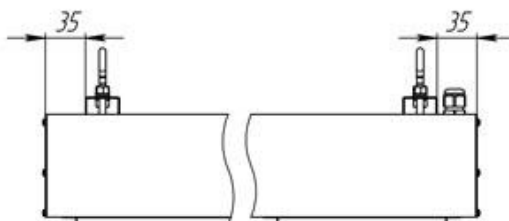

Рис. 1
6.6.2 Рекомендуемое расстояние крепления от края светильника 35 мм (Рис.1). При необходимости винт-петлю можно развернуть в нужном положении и зафиксировать гайками.